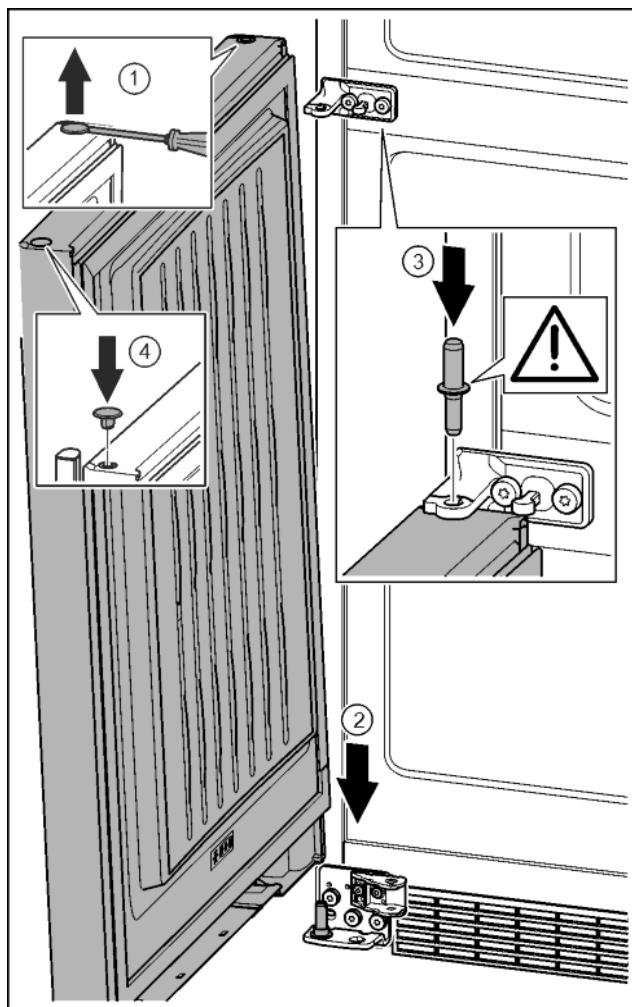

Fig. 35
- Осторожно приподнять шлицевой отверткой заглушку и извлечь ее. Fig. 35 (1)
- Установить дверь сверху на нижний опорный палец. Fig. 35 (2)
- Вставить средний опорный палец через средний опорный кронштейн в нижнюю дверь. При этом следить за тем, чтобы выступ фиксатора был направлен назад. Fig. 35 (3)
- Заглушку снова вставить с другой стороны. Fig. 35 (4)